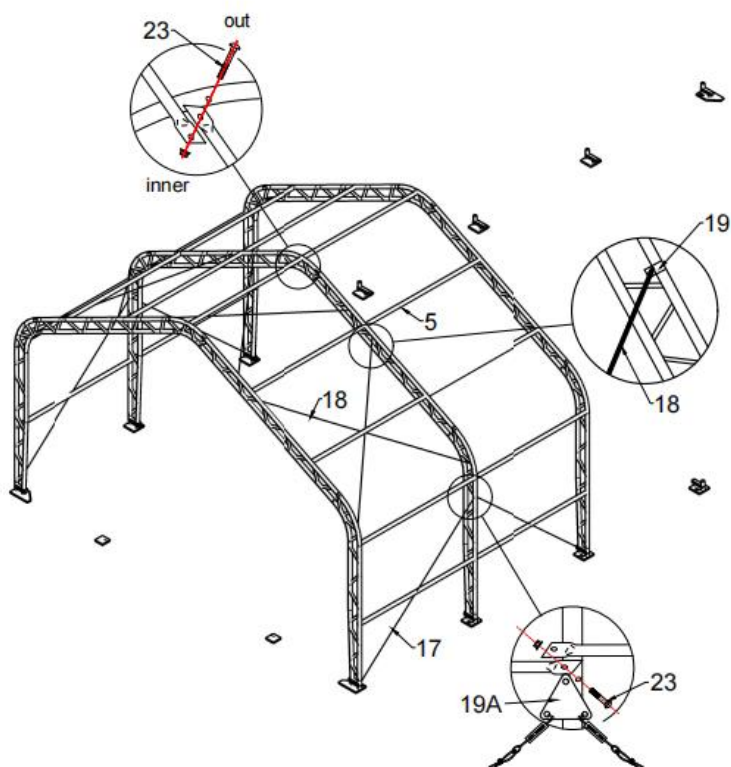

Figur 4
2. Figur 4 visar hur takbågen (nr 1) monteras på sidoväggsbågen (nr 2), hörnröret (nr 3) och det vertikala röret (nr 4) med 8 x 80 mm bultar (nr 22). Lyft in bågen i basplattans rör med en lift och montera de återstående bågar (se bild 5).